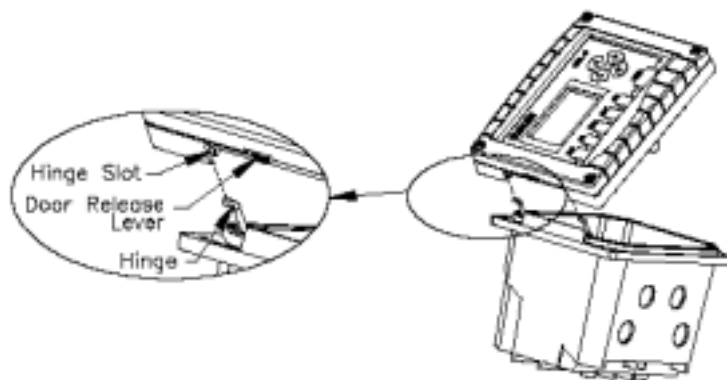

图 4-1 测定仪门组件的细节
3. 握住门，将门释放控制杆（图 4-1）向上拨起，从而将门从铰链中释放出来。
要安上测定仪的门，参考图 4-1：